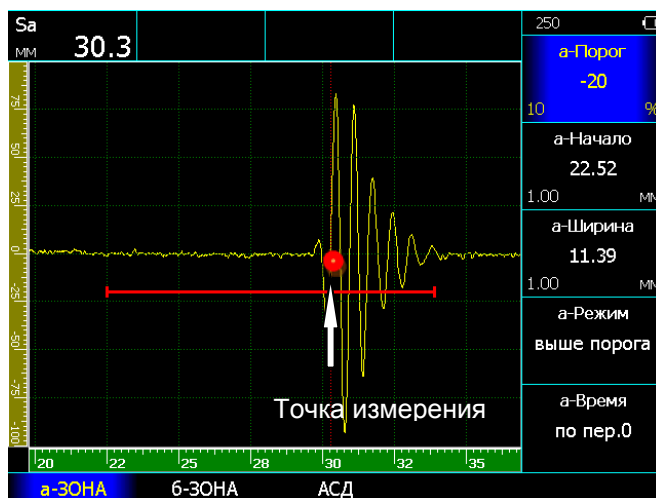

Рис. 3-5 Измерение времени прихода сигнала «по переходу через нуль»
- время пересечения первым сигналом превышающим порог зоны контроля «нулевой линии» координат, называемое измерение по переходу через нуль (режим - «**по пер.0**», рис.3.5).